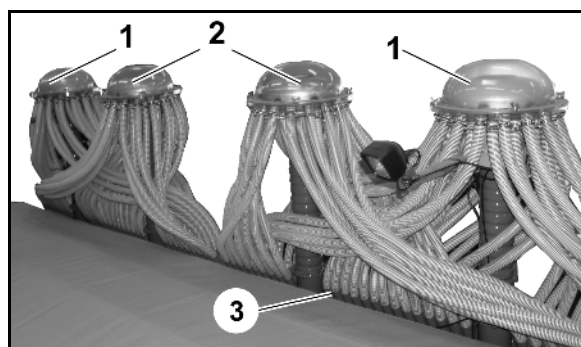

Fig. 59
- Äußere Verteilerköpfe für Saatgut (Fig. 59/1).
- Mittlere Verteilerköpfe für Dünger (Fig. 59/2).
Über eine Schlauchzusammenführung (Fig. 59/3) wird der Dünger mit dem Saatgut zu jeweils einem Schar transportiert.